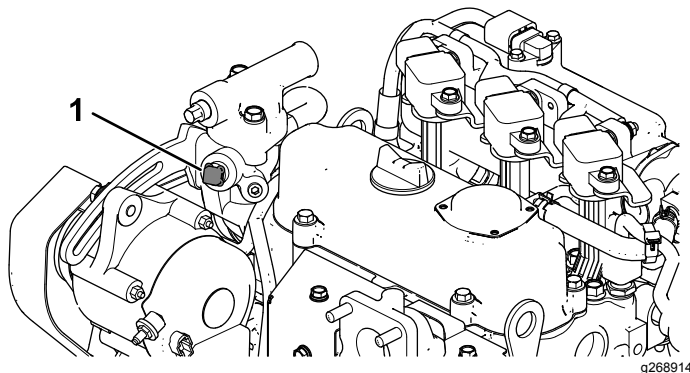

Рисунок 12
- A. Снимите заглушку с корпуса термостата (Рисунок 12).